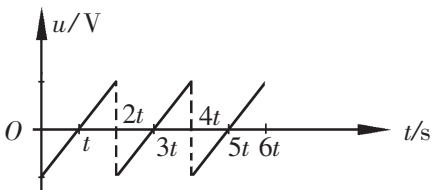

图 2-3-4
- 如图 2-3-4 所示是某交流电压的瞬时值随时间变化的图象。该交流电压的周期是多少？